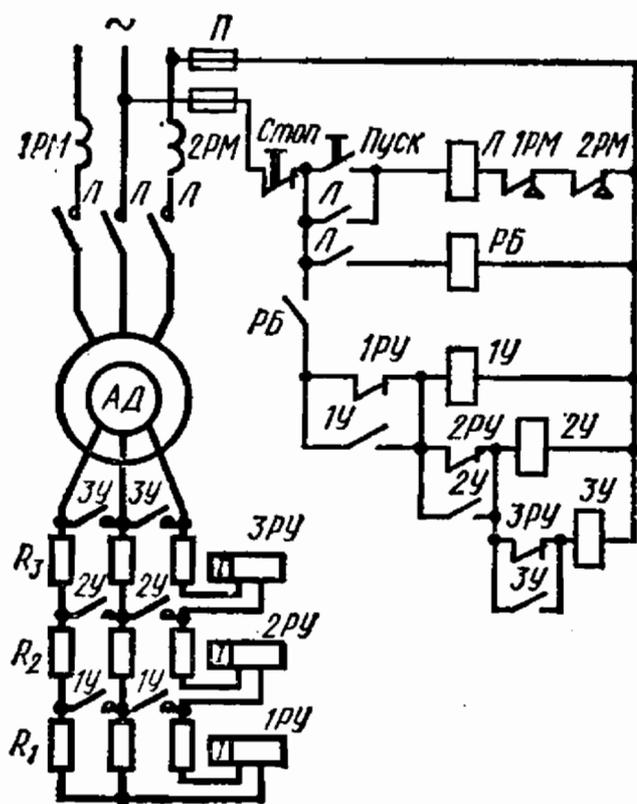

Рис. 17.18
17.18. На рис. 17.18 изображена принципиальная схема управления пуском асинхронного двигателя с фазным ротором.